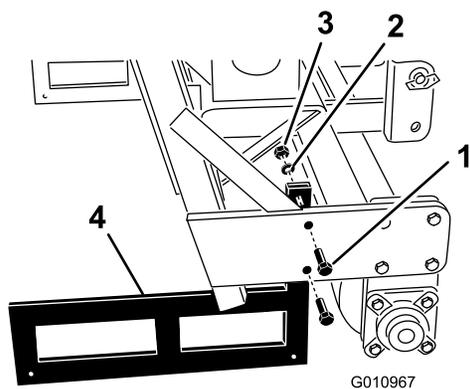

图 32
2. 卸下将存放架固定到打孔机两端的螺栓、锁紧垫圈和螺母图 32。